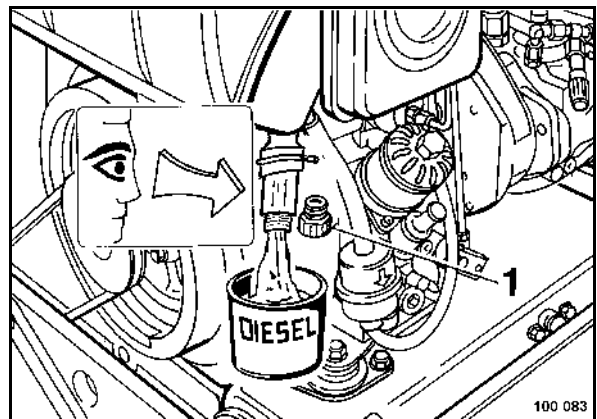

fig. 87
- Dévisser la vis de vidange 1 (fig. 87) puis recueillir l'eau et le carburant.